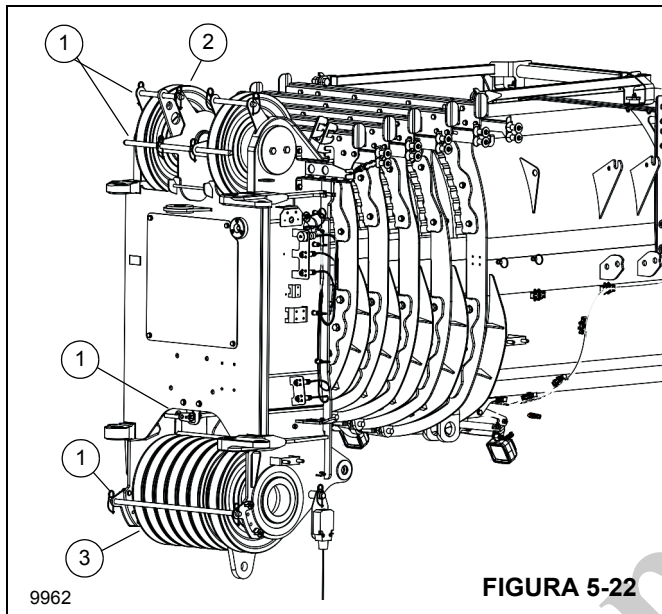

FIGURA 5-22
2. Retire las varillas de retención (1, Figura 5-22).
3. Guíe el cable sobre la polea de punta de la pluma superior (2).
4. Guíe el cable sobre la polea de punta de la pluma inferior (3).
6. Vuelva a instalar todas las varillas de retención (1) y asegúrelas con pinzas de retención.
1. Retire las varillas de retención (1, Figura 5-22).
3. Retire el cable del malacate de la polea de punta de pluma superior (2) y colóquelo sobre el suelo, en el lado izquierdo. Enrolle el cable del malacate en el tambor de la grúa.